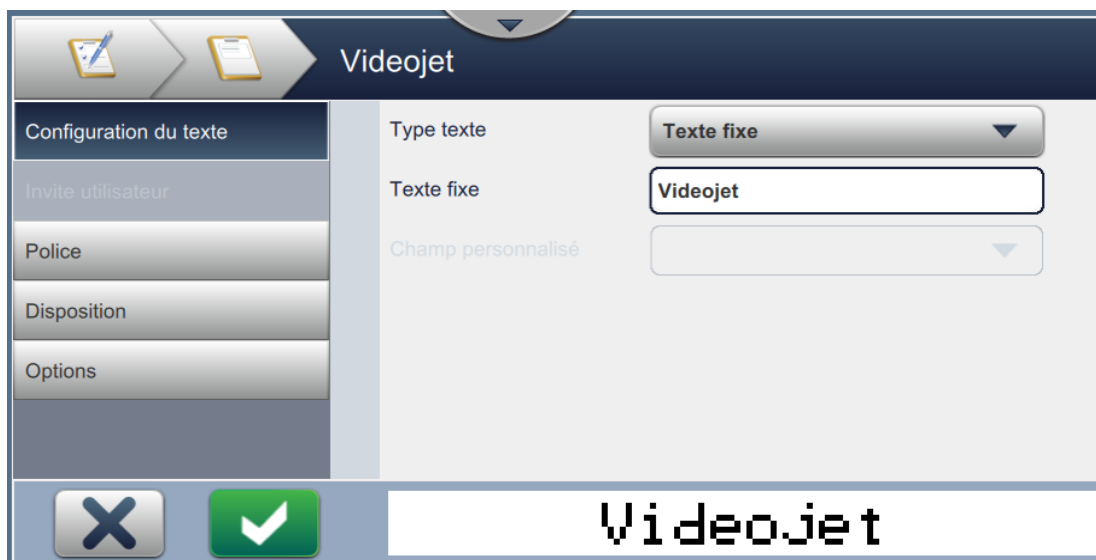

Figure 5-5 : Écran Paramètres de champ
8. Modifiez les paramètres souhaités dans l'écran des paramètres du champ sélectionné, tel qu'illustré dans la Figure 5-5. Appuyez sur le bouton  afin d'enregistrer le format requis pour le champ.